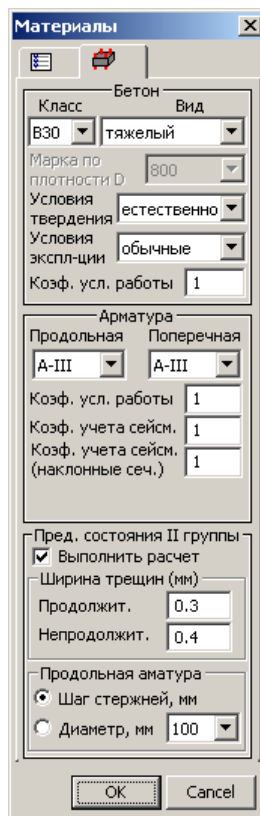

Рис.2.2.1. Окно диалога **Материалы**
- В открывшемся окне диалога на закладке **Материалы** (рис. 2.2.1) проанализируйте данные: